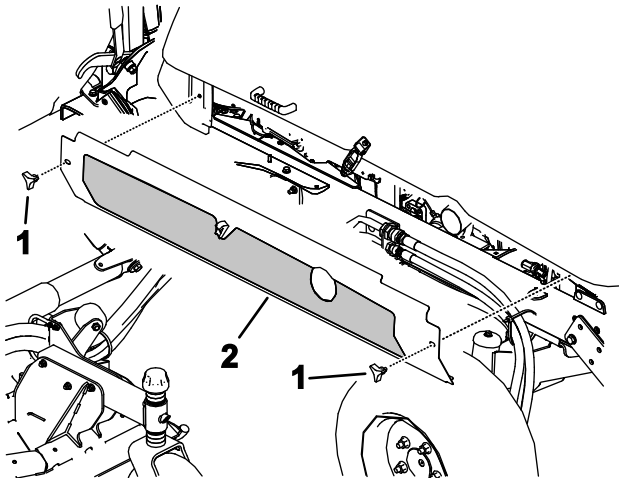

Figura 80
4. Afloje los pomos y retire las cubiertas laterales (Figura 80).
5. Instale las cubiertas laterales (Figura 80).